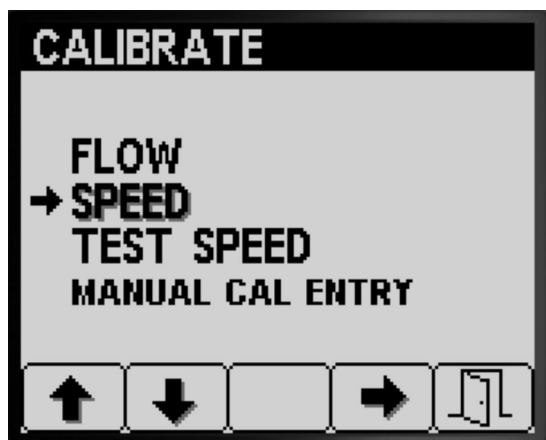

Figura 60
1. Pulse el botón 1 o el botón 2 del submenú CALIBRACIÓN para desplazarse a la opción VELOCIDAD (Figura 60).
2. Pulse el botón 4 para seleccionar la opción de calibración de Velocidad (Figura 60).